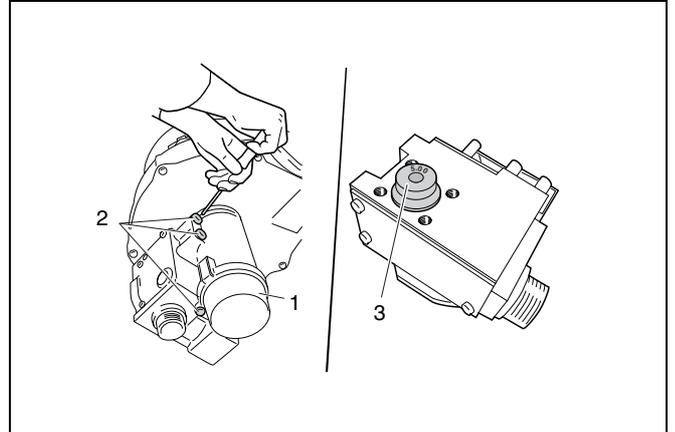

Abb. 46 Gasarmatur
- Schrauben vom Venturi (Abb. 46, Pos. 2) lösen.
- Neue O-Ringe auf beide Seiten der Gasdüse auflegen (Abb. 46, Pos. 3).